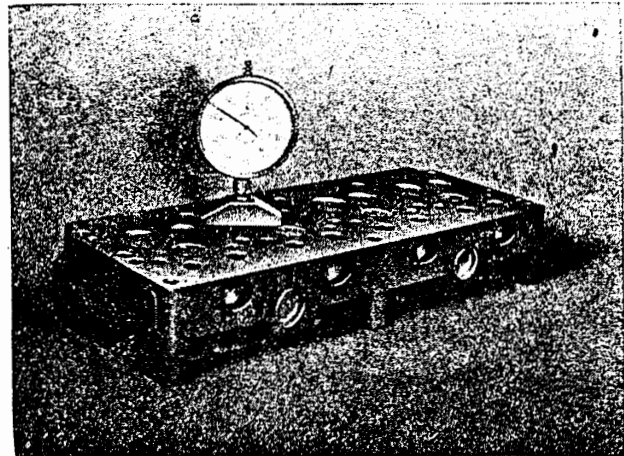
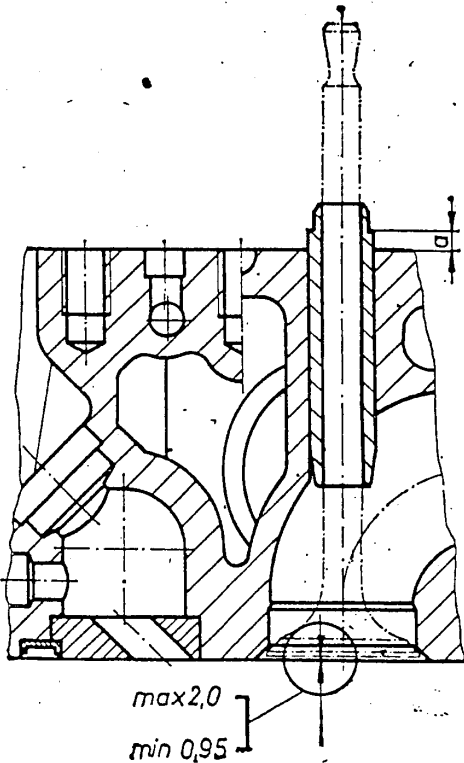

Bild M 98. Rückstehmaß des Ventils mit Meßuhr (Werkzeug Nr. 324.020-M 132) überprüfen, Rückstehmaß 0,95...2,0 mm
Bild M 100. Richtige Einbaulage der Ventilführungen
Von der Planfläche des Zylinderkopfes bis Ventilteller das Rückstehmaß überprüfen (Bild M 98). Das Rückstehmaß beträgt 0,95...2,0 mm (Bild M 100). Dabei ist zu beachten, daß nur bis zu einem Rückstehmaß von 1,60 mm (Messung mit einem Ein- bzw. Auslaßventil, dessen zylindrischer Bund am Teller 1,70 mm breit ist) nachgefräst werden darf. Ist dieser Wert überschritten, müssen Ventilsitzringe eingesetzt werden (siehe Abschn. 1.2.2.8.5.). Es kann jedoch bis zum Rückstehmaß von 2,0 mm eingeschleift werden.
- Sofort die neuen Ventileinführungen auf das Maß „a“ in den Zylinderkopf eindrücken (Bild M 100).